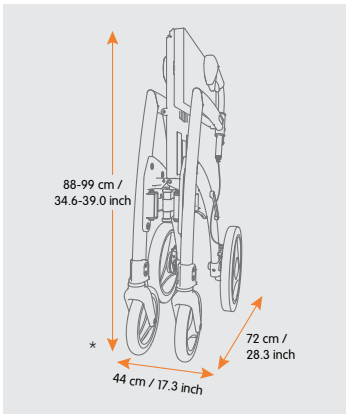

Abbildung 82: So kompakt ist der zusammengeklappte Rollz Motion Electric (2022). *46 cm / 18,1 Zoll für der Rollz Motion Electric² (2024) Modell.
- Produktspezifikationen (Abbildung 82)**